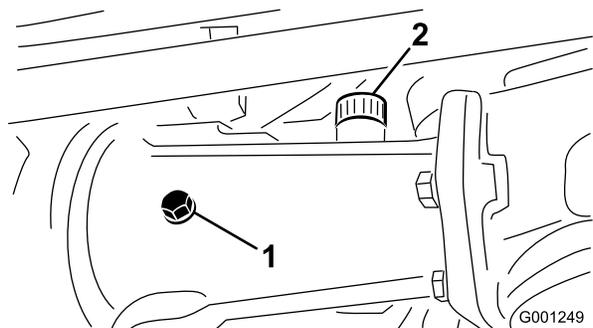
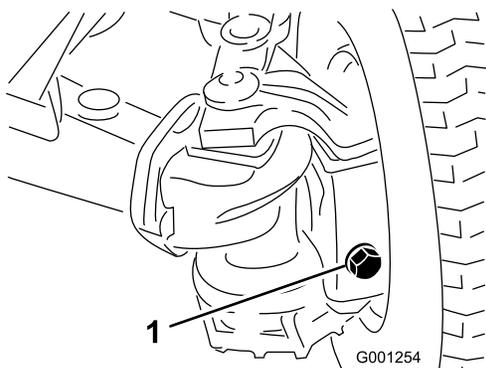

図 27
図 28
2. 点検プラグを取り、それぞれの穴の下縁までオイルがあることを確認する。オイルが不足している場合は、給油プラグを外し、点検プラグ 図 27 と 図 28 の穴の下縁まで補給する。